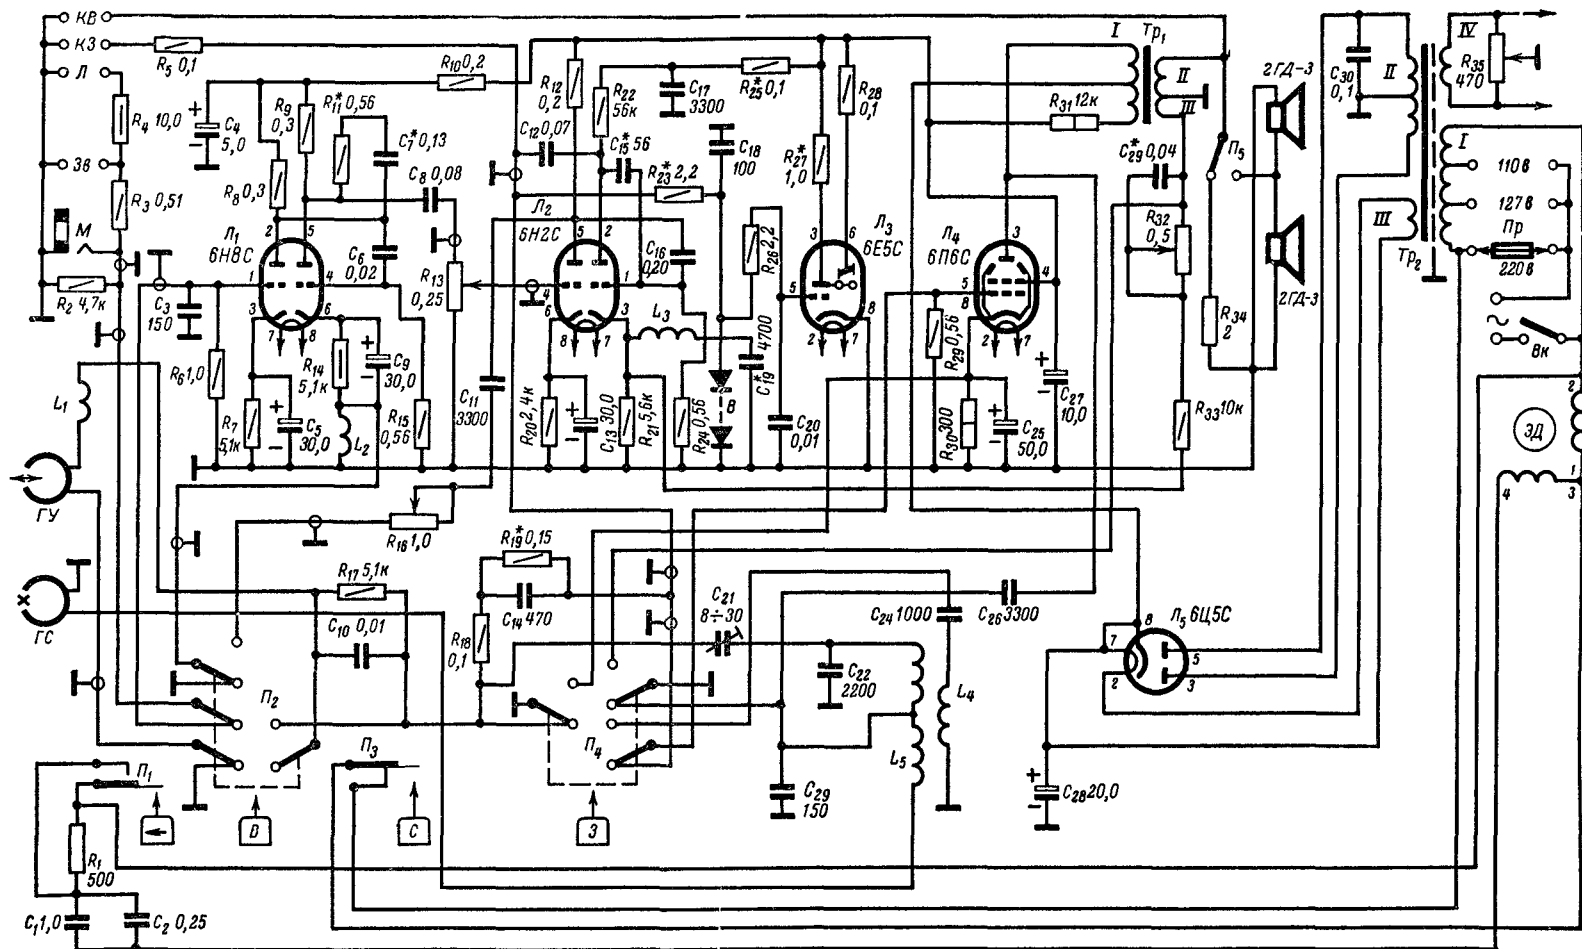

Рис. 15. Принципиальная электрическая схема магнитофона «Днепр-9».
**Усилитель, генератор и выпрямитель.** В магнитофоне применен универсальный усилитель. Принципиальная электрическая схема магнитофона приведена на рис. 15.